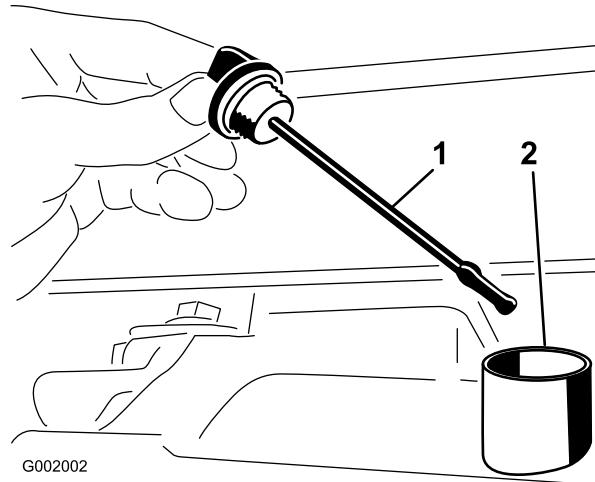

Figura 65
2. Retire la varilla del transeje y límpiala con un paño limpio (Figura 65).